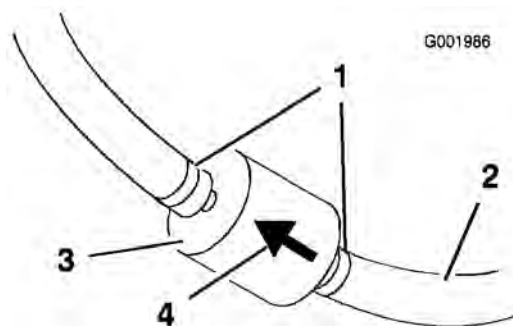

Figure 51
5. Pincez les extrémités des colliers et faites glisser ceux-ci pour les éloigner du filtre (Figure 51).